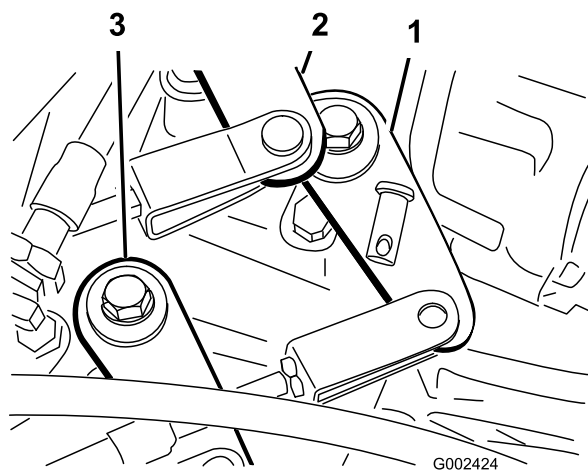

Figura 49
2. Retire los pasadores de horquilla que fijan los cables del cambio de marchas a los brazos de cambio del transeje (Figura 49).
1. Retire el pasador de horquilla que sujeta el cable de Alto–Bajo al transeje (Figura 49).